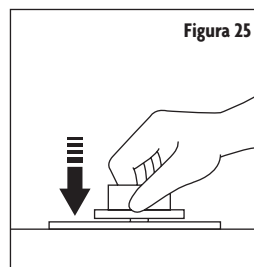

Figura 25
- Después que el quemador se encienda mantenga la perilla presionada hacia abajo por 10 segundos. (Consulte la Figura 25). Esto permite al termopar o termocouple calentar y activar la válvula de seguridad.